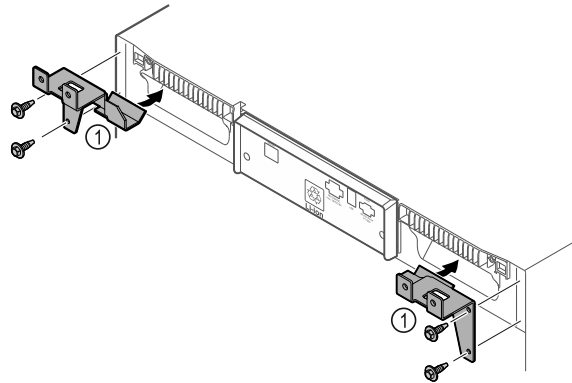

Fig. 10
- ▶ Montirajte pridržne dijelove Fig. 10 (1) s pomoću samoreznih vijaka na uređaj.